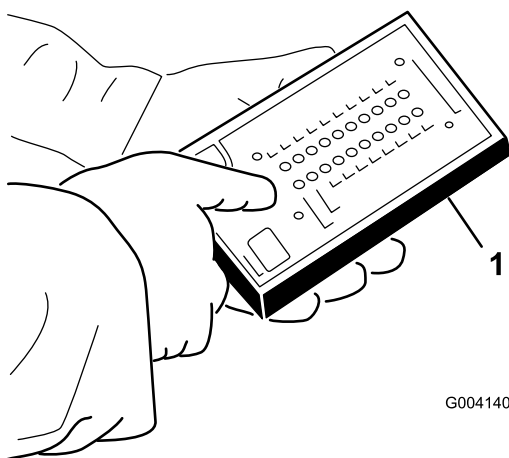

**Figura 38**
3. Localice el arnés de cables y el conector del bucle de prueba (Figura 38).